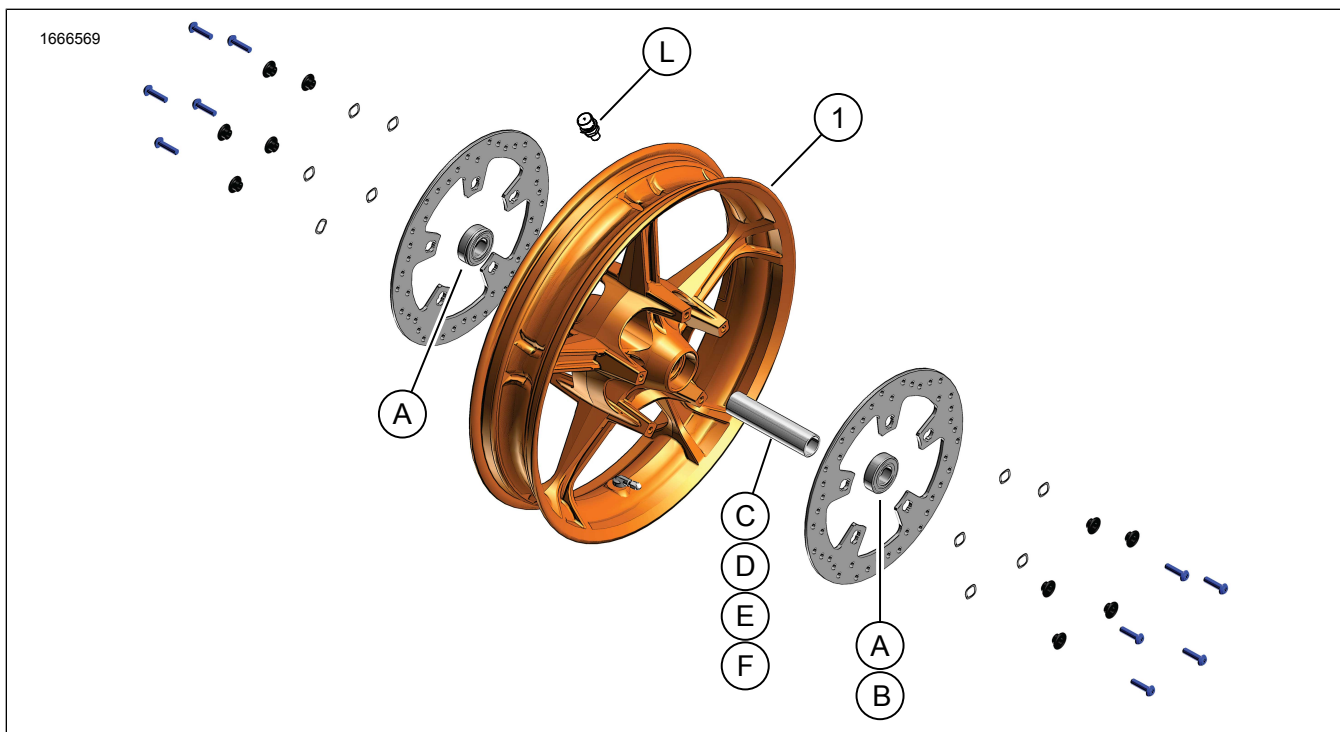

Figura 1. Peças de reposição: Roda dianteira
1. Veja a figura 1. Instale o conjunto da haste da válvula (N) na roda. Veja o Manual de serviço.